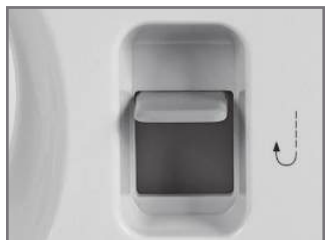

Рис.21
7.10.1 Для шитья в обратном направлении нажмите и удерживайте кнопку реверса, расположенную на передней части швейной машины. При этом машина будет шить в обратном направлении (Рис.21).